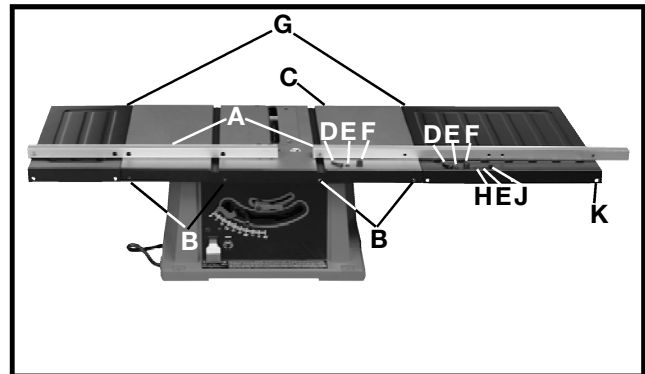

Fig. 19
1. Tenir la barre de guidage avec les grands trous face à vous. Serrer lâchement les barres de guidage (A) fig. 19, au quatre trous filetés (B) de la table de la scie (C) avec deux longues vis (D) de 6,4 mm - 20 x 31,2 mm (1/4 po - 20 x 1 1/4 po) (D), des contre-écrous (E) et des cales (F). **IMPORTANT : les cales (F) fig. 19, sont insérées entre les barres de guidage (A) et la table de la scie (C).**
2. Fixer les barres de guidage (A) fig. 19, aux rallonges (G) par les trous (K) avec la longue vis (D) de 6,4 mm - 20 x 31,2 mm (1/4 po - 20 x 1 1/4 po), un contre-écrou (E) de 6,4 mm (1/4 po), une cale (F), une rondelle plate (H) de 6,4 mm (1/4 po), un contre-écrou (E) de 6,4 mm (1/4 po) et un écrou hexagonal (J) de 6,4 mm (1/4 po) - 20 puis serrer toute la visserie d'assemblage de la barre de guidage.
IMPORTANT : la cale (F) fig. 19, est insérée entre les barres de guidage (A) et les rallonges (G).